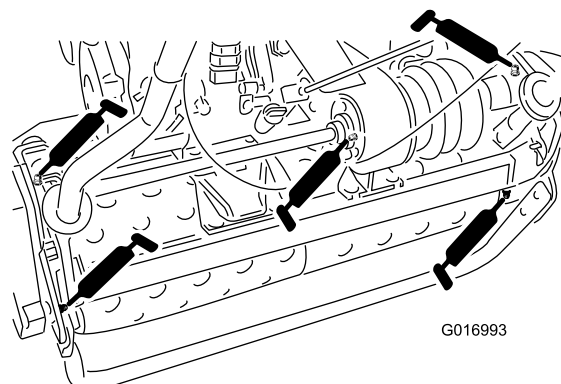

図 18
- ・ ドラムのアクスル (2ヶ所) (図 18)
- ・ デファレンシャル (3ヶ所) (図 18)